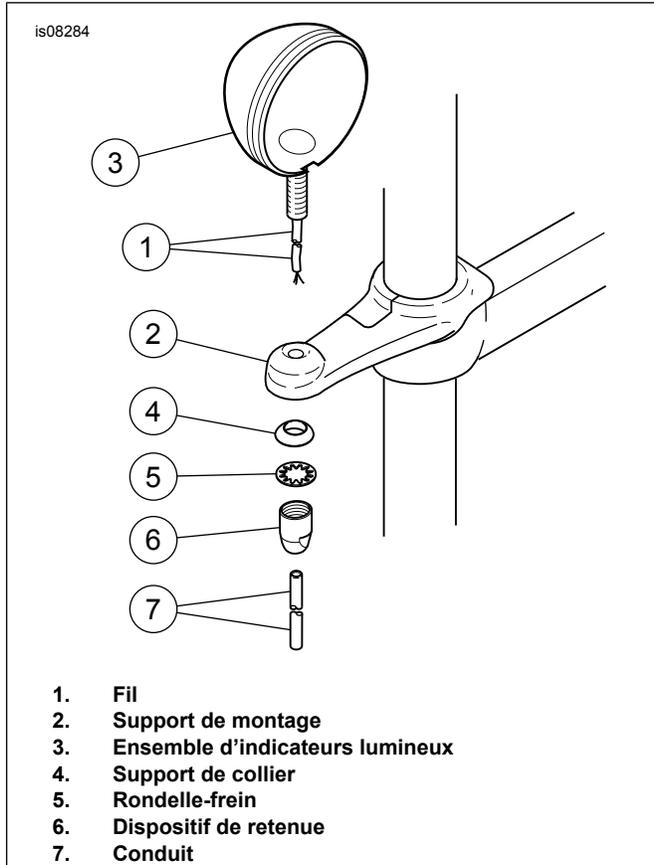

Figure 2. Installer les feux (côté droit illustré)
5. Voir Figure 2. Acheminer le fil de feu (1) dans le trou du support de montage (2) et attacher le feu (3) au support à l'aide d'une cale de collier (4), rondelle-frein (5) et retenue (6) du kit. Serrer le dispositif de retenue à un couple de 22 à 24 N·m (16 à 18 lb·pi).